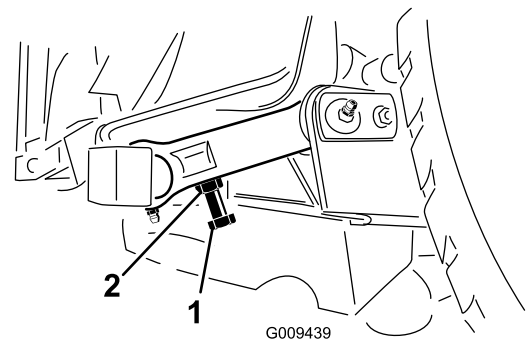

Bild 28
- Sie können den Abstand mit der Einstellschraube am hinteren Gelenkverbindungsstück des Mähwerks einstellen (Bild 28).